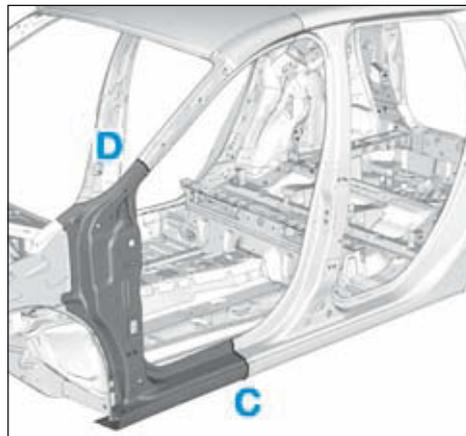

FIG.64
- Respecter les lignes de coupe (D) et (C) (Fig.64).